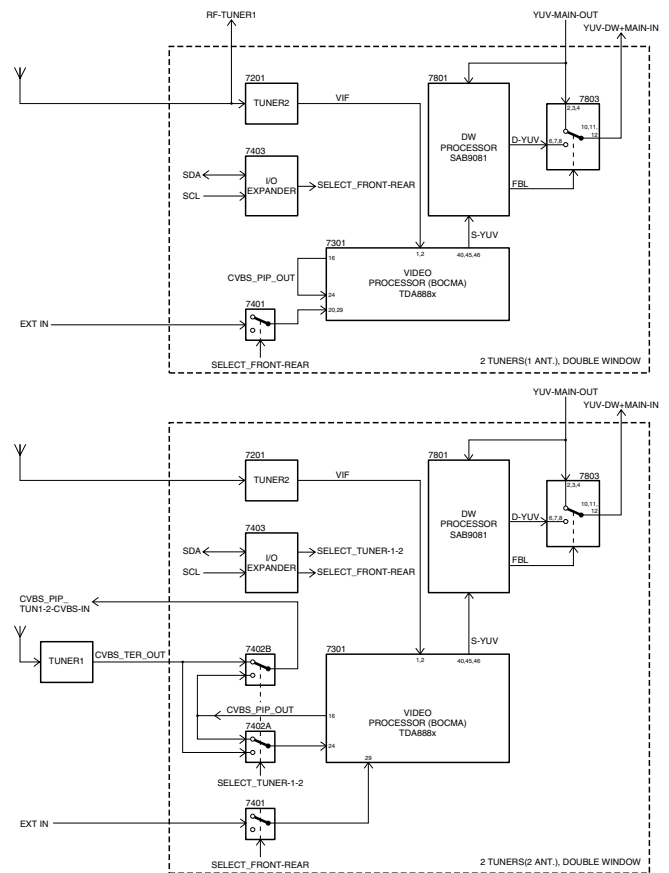

Figure 1. Diagrama em blocos do painel Double Windows
- 1 TUNER PIP, como mostrado em Fig.. 1.